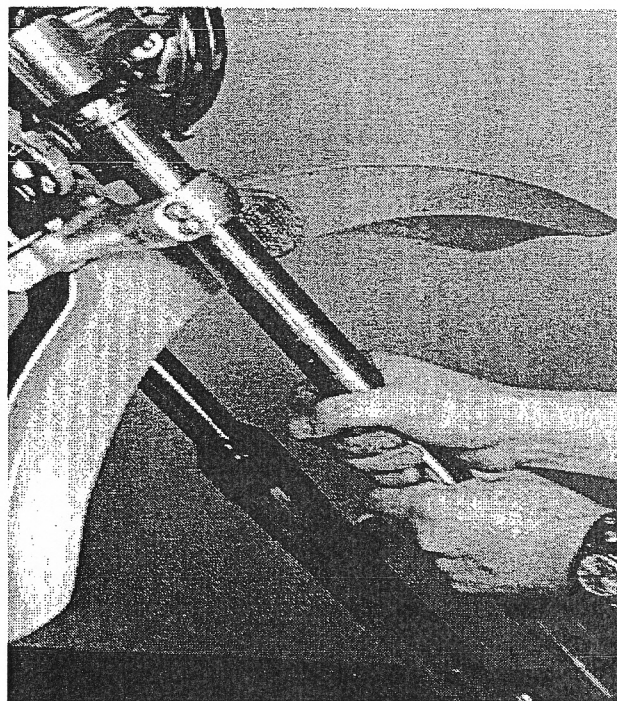

FIG.160
7. Agarra uno de las barras de la horquilla y muévelo circularmente y de arriba para abajo, hasta que salga de las tijas. (Fig 160). Quizás necesite un ligero golpe en el tapón de la horquilla con una maza de goma para que empiece a moverse. Repite la operación con la otra barra.